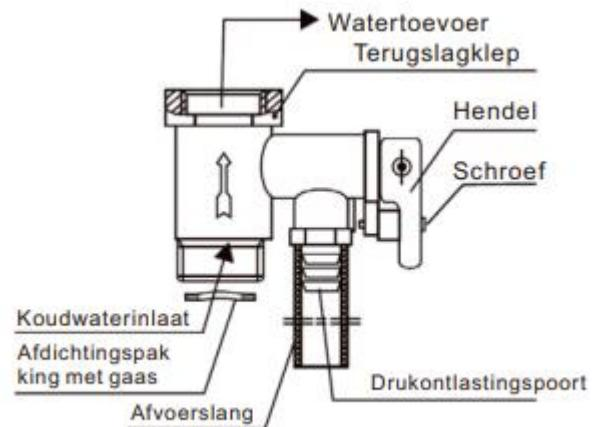

Figure 3
1. De veiligheidsklep (originele fabrieksidentificatie 0.8MPa) moet worden geïnstalleerd op de waterinlaatverbinding (zoals getoond in Fig. 3), Teflon tape moet worden opgewonden om afdichting te garanderen. De richting van de pijl moet overeenkomen met de stroomrichting van de waterinlaat van de elektrische boiler (zie Fig. 3). De netto afdichtende pakking moet worden geïnstalleerd bij de koudwaterinlaat van de veiligheidsklep, en de afvoerslang bij de overdrukuitlaat van de veiligheidsklep moet worden geïnstalleerd om een continue neerwaartse helling te behouden. De boiler moet in een vorstvrije omgeving worden geïnstalleerd en vervolgens worden uitgebred tot het aardelek, in verbinding worden gehouden met de atmosfeer en op de juiste manier worden bevestigd om verbranding door het lozen van heet water of stoom te voorkomen. De veiligheidsklep kan voorkomen dat de tankdruk de nominale druk met 0,1 MPa overschrijdt. Als de druk in de tank te hoog is, gaat de veiligheidsklep automatisch open en wordt water uit de overdrukspoort afgevoerd om de druk te laten ontsnappen.
4. Bij normaal gebruik moet de handgreep van de veiligheidsklep (Fig.3) regelmatig geopend worden om calciumcarbonaatafzetting te verwijderen.